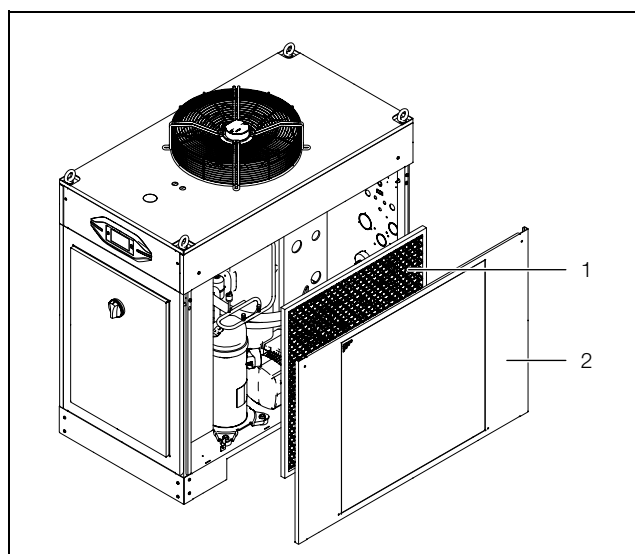

Fig. 24: Smontaggio della parete laterale
- Togliere la parete laterale (fig. 24, pos. 2) del chiller e riporla in un luogo sicuro.
- Inserire il filtro metallico (fig. 24, pos. 1) all'interno della parete laterale nell'apposita cornice e fissarlo.